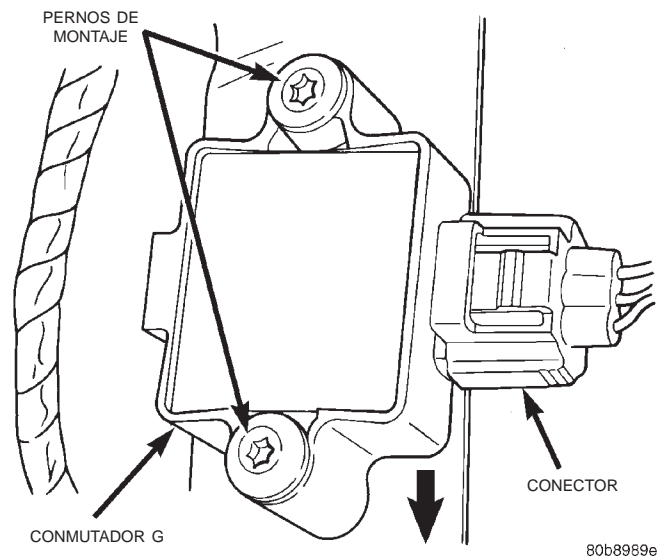

Fig. 14 Instalación del conmutador G
- (1) Incline el conjunto del asiento inferior hacia arriba para tener acceso al conmutador.
- (2) Levante el alfombrado y desconecte el mazo del conmutador (Fig. 14).
- (3) Retire los pernos de montaje del conmutador y retírelo.